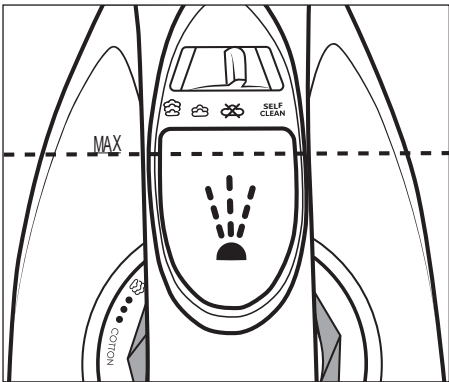

Bild 1
- 1) Kontrollera att temperaturreglaget ❶ står på läge **MIN**.
- 2) Håll strykjärnet i handen, luta det och öppna locket till vattentankens påfyllningsöppning ↶ ❷.
- 3) Använd måttbägaren ❶ för att fylla på vattentanken ↶ ❷ till **MAX** markeringen (se bild 1).